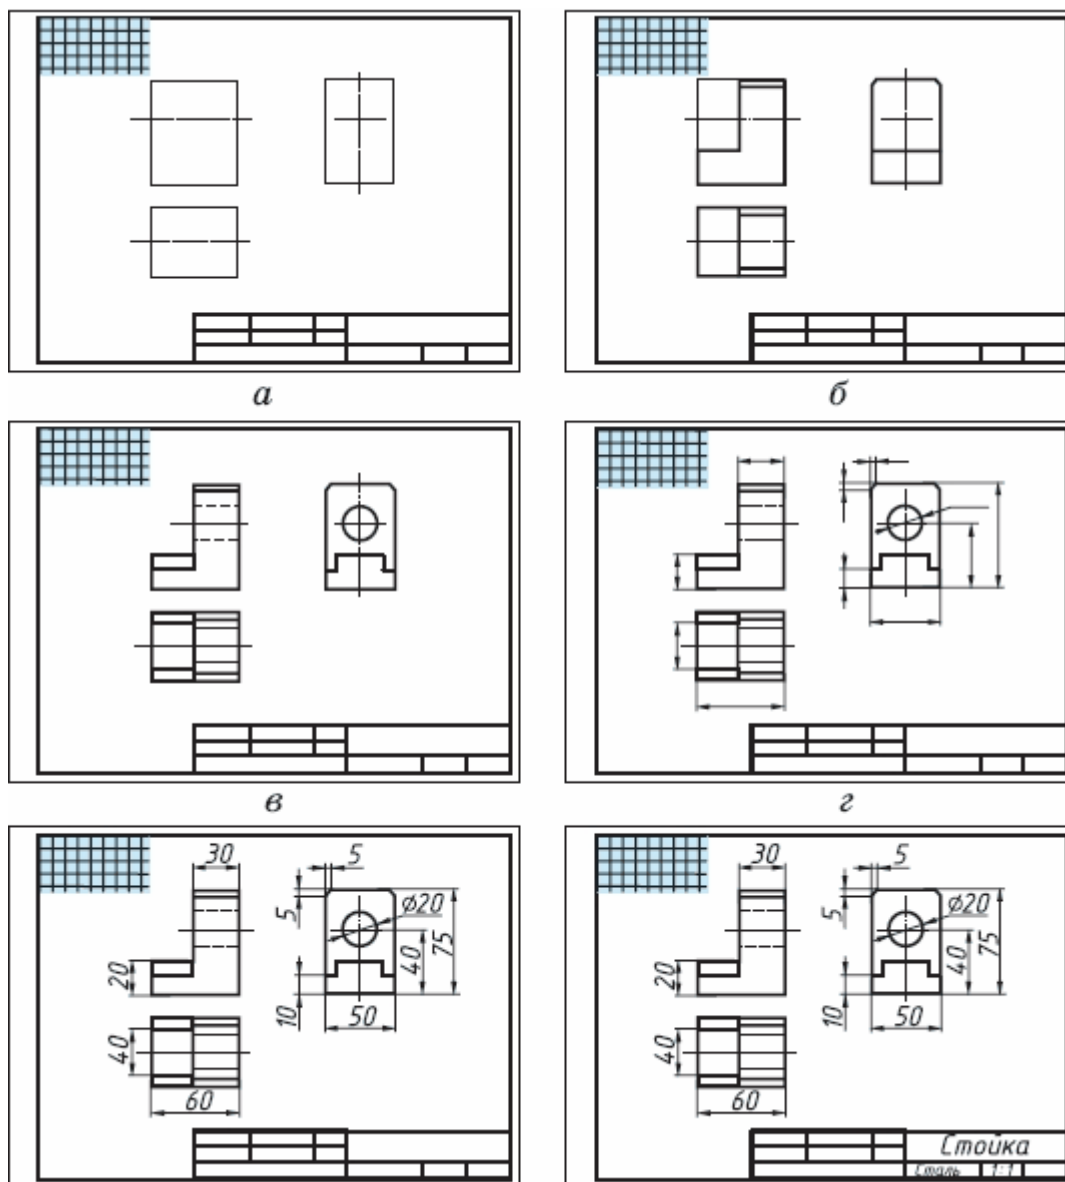

Рисунок 36- Порядок выполнения эскиза детали
Строят изображения детали на эскизе в такой последовательности (рис. 36).
2. Определяют, как лучше разместить изображения на поле чертежа, и вычерчивают тонкими линиями габаритные прямоугольники. При необходимости проводят осевые и центровые линии (рис. 36, а).
3. Наносят на видах внешние (видимые) контуры детали (рис. 36, б).
5. Наносят выносные и размерные линии (рис. 36, г).
6. Обмеряют деталь, наносят размерные числа и, в случае необходимости, требуемые надписи (рис. 36, д).
7. Заполняют основную надпись (рис. 36, е), где указывают название детали, материал, из которого она изготовлена, другие сведения.